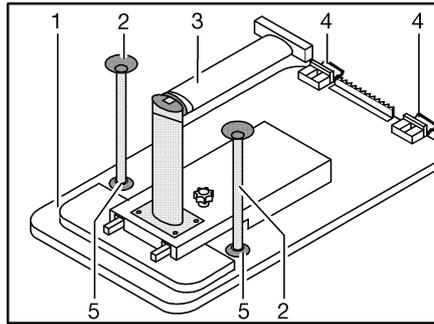

Bild 79 Bettunterbau
- Tischplatte (Bild 79,1) vorn leicht anheben.
- Tischfuß (Bild 79,3) am Gelenk entriegeln und einklappen.
- Tischplatte ca. 45° nach oben schwenken und Halterungen (Bild 79,4) aus der oberen Halteschiene aushängen.
- Je nach Modell die beiden zusätzlichen Stützfüße (Bild 79,2) in die Aufnahmen (Bild 79,5) an der Unterseite der Tischplatte stecken.